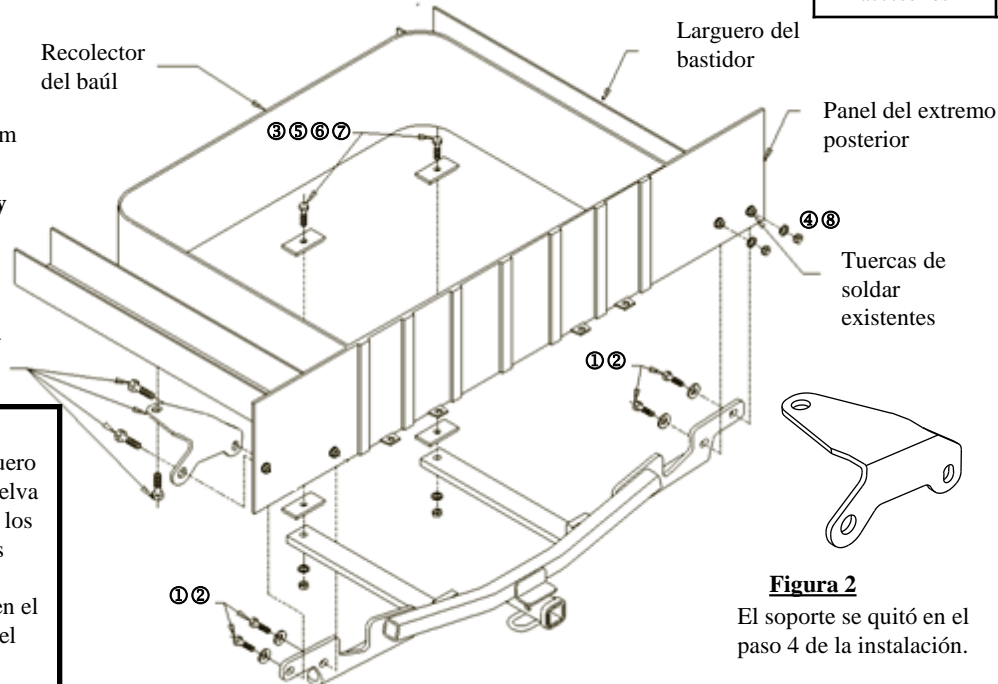

Figura 2
Para la ubicación del tornillo y soporte vea la Figura 2.
4. Retire el soporte existente como se muestra en la Figura 2 del larguero del bastidor del vehículo en el costado del conductor y el panel del extremo posterior y devuelva al propietario del vehículo.
5. Levante el enganche a su posición e instale los pernos hexagonales M10 y las arandelas cónicas dentadas de 3/8" en las tuercas de soldar existentes en el vehículo. Si no hay tuercas de soldadura están presentes en el lado del pasajero, a continuación, utilizar las tuercas y arandelas previsto. (④, ⑧)